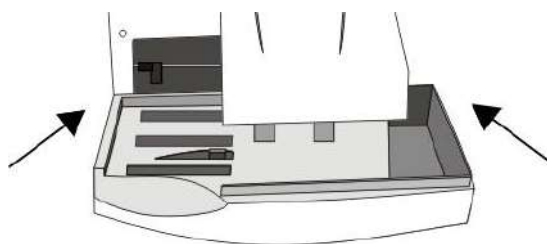

Рис. 2-6
2.3.4. Установка рабочего стола (рис. 2-6)